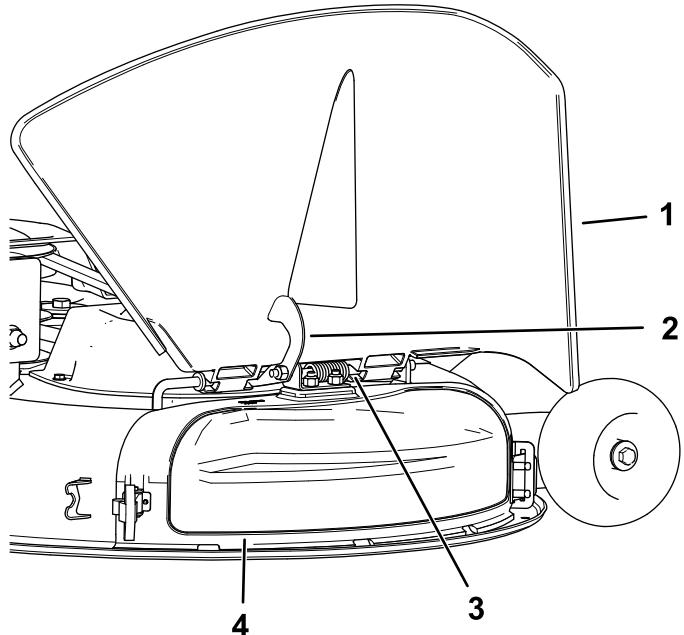

Bild 15
4. Lösen Sie den hakenförmigen Riegel oben an der Auswurfkanalabdeckung von der Gelenkstange (Bild 15).
- Haken Sie oben an der Auswurfkanalabdeckung den hakenförmigen Riegel um die Gelenkstange des Ablenkblechs (Bild 15).